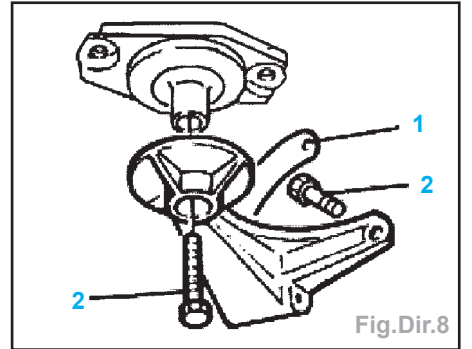

Fig.Dir.8
- Déposer le support AR moteur (1) (Fig.Dir.8).